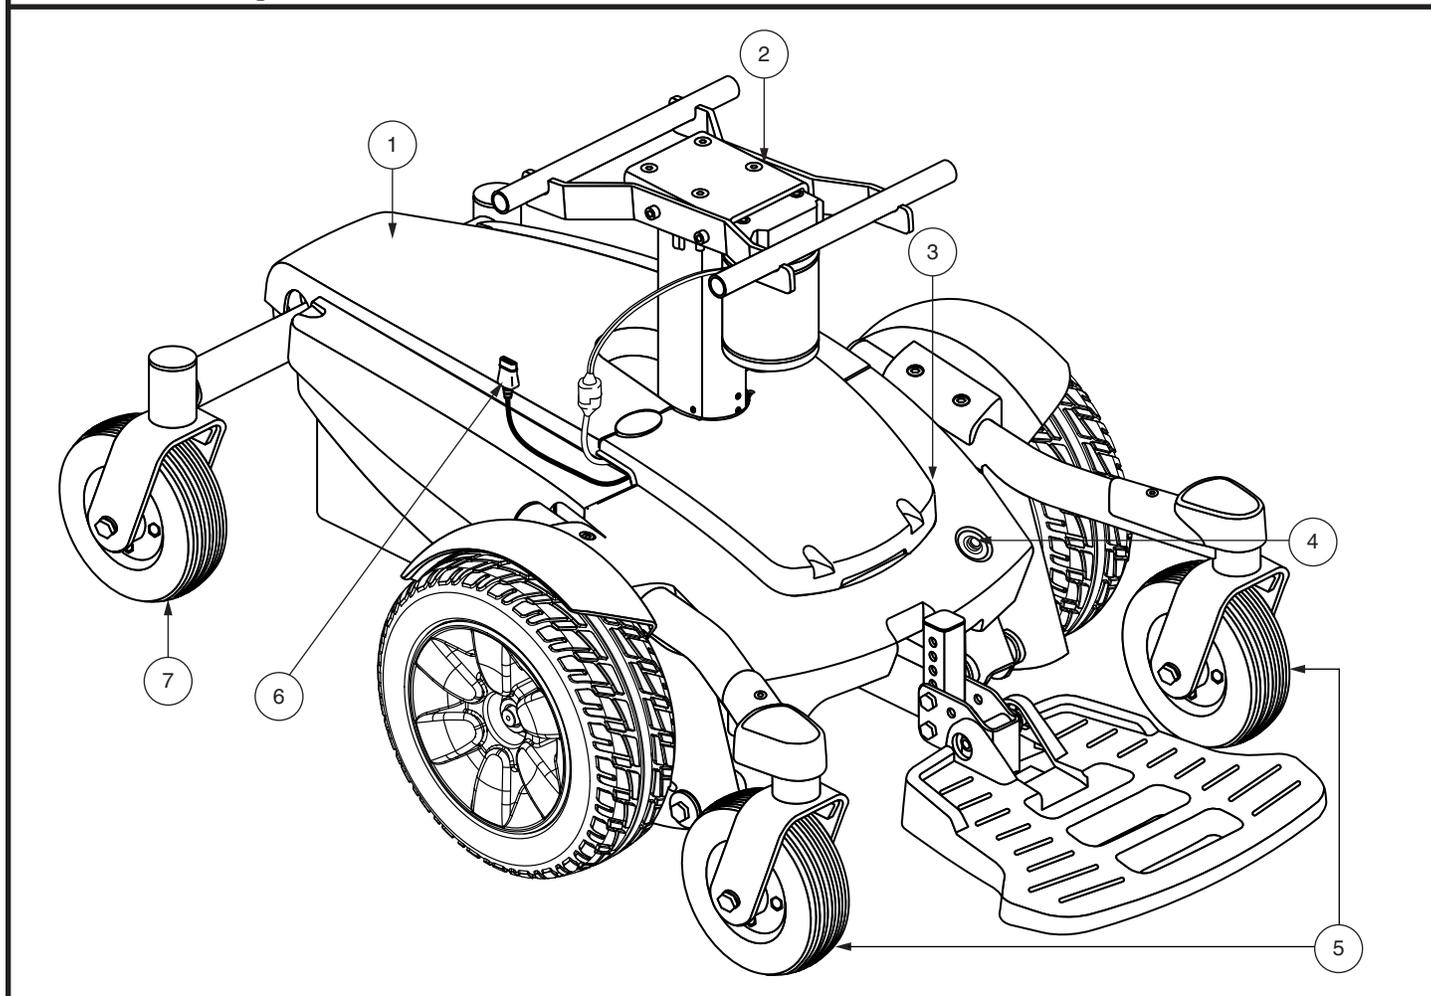

Bild 4. Der Jazzy Select 6 mit niedrigerer Sitzkraftbasis
6. Verbinden Sie das Kabel der Steuerung mit dem Steckverbinder an der Antriebsbasis. **Siehe Bild 4.**